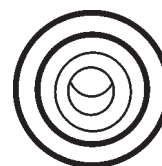

Figure 43. Voyant de pré-chauffage
3. Lorsque le voyant de préchauffage s'éteint (**OFF** / Figure 43), tournez la clé de contact à la position « start ». Une fois le moteur démarré, relâchez la clé de contact pour lui permettre de revenir à la position « **operation** ».